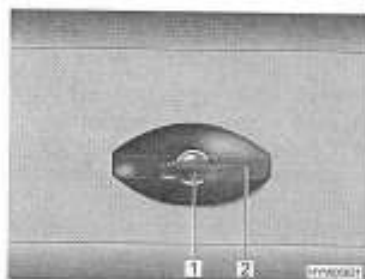

Fig. 40 Serrure du portillon, en forme d'ellipse
- Insérer la clé dans le barillet (Fig. 40,1) et la tourner d'un quart de tour dans le sens inverse des aiguilles d'une montre. La poignée de la serrure (Fig. 40,2) ressort.